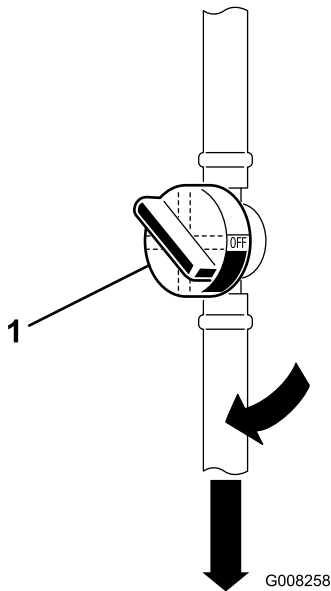

Bild 9
1. Öffnen Sie den Kraftstoffhahn, der sich zwischen dem Kraftstofftank und dem Motor befindet (**Bild 9**).